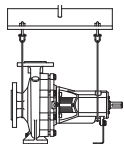
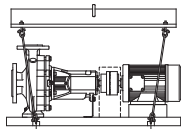

Fig. 1: Transport der Pumpe
Fig. 2: Transport des kompletten Aggregates
- Um Deformierungen zu vermeiden, heben Sie die Pumpe entsprechend (Fig. 1) bzw. (Fig. 2) an. Die auf der Pumpe oder dem Motor angebrachten Aufhängeösen dürfen nicht dazu benutzt werden, das ganze Aggregat zu heben. Sie sind nur zum Transport der Einzelkomponenten bei der Montage oder Demontage bestimmt.